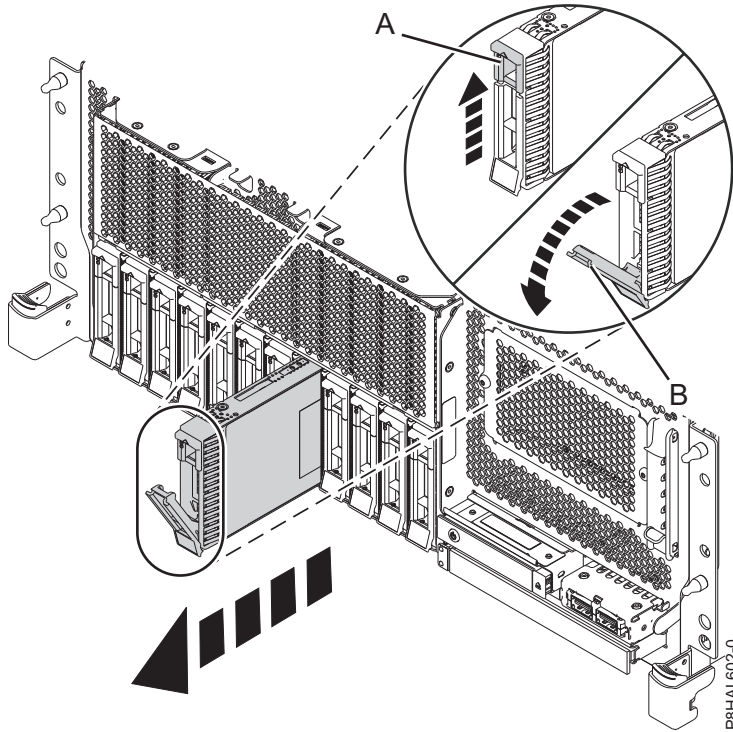
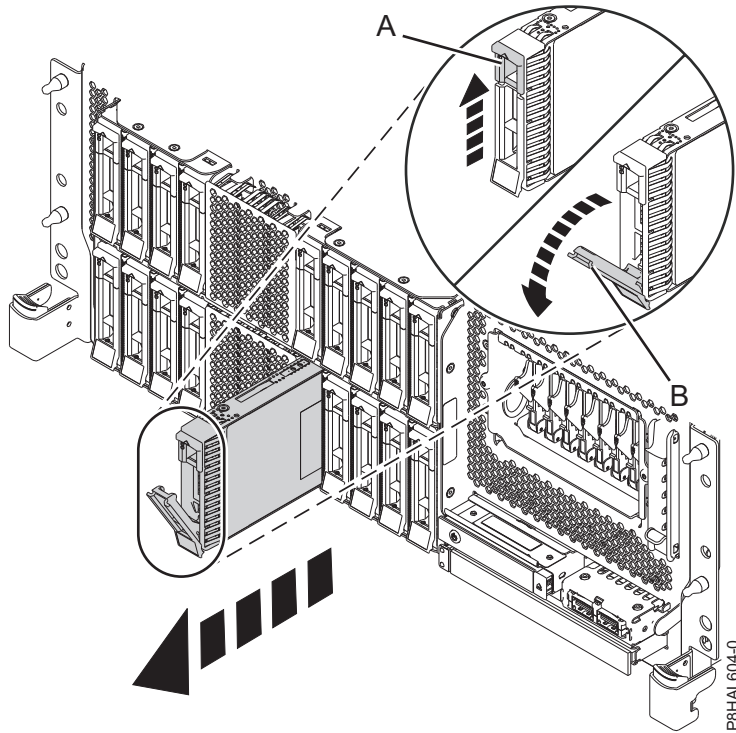
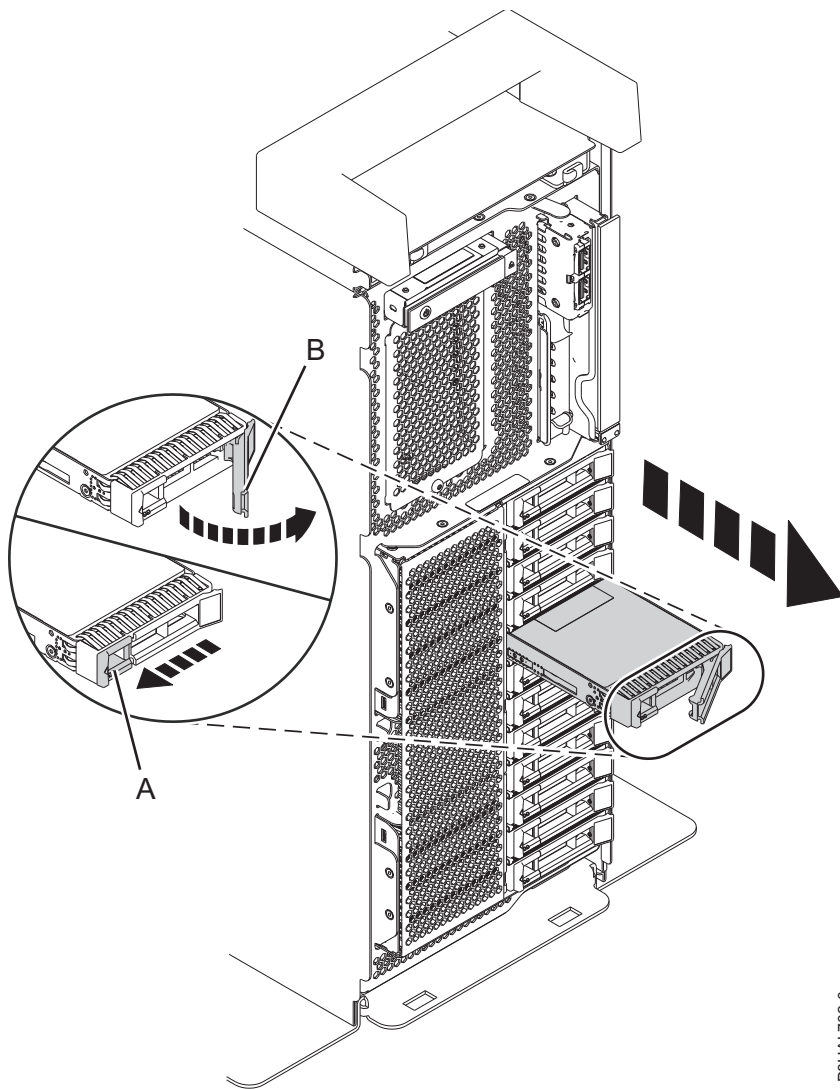
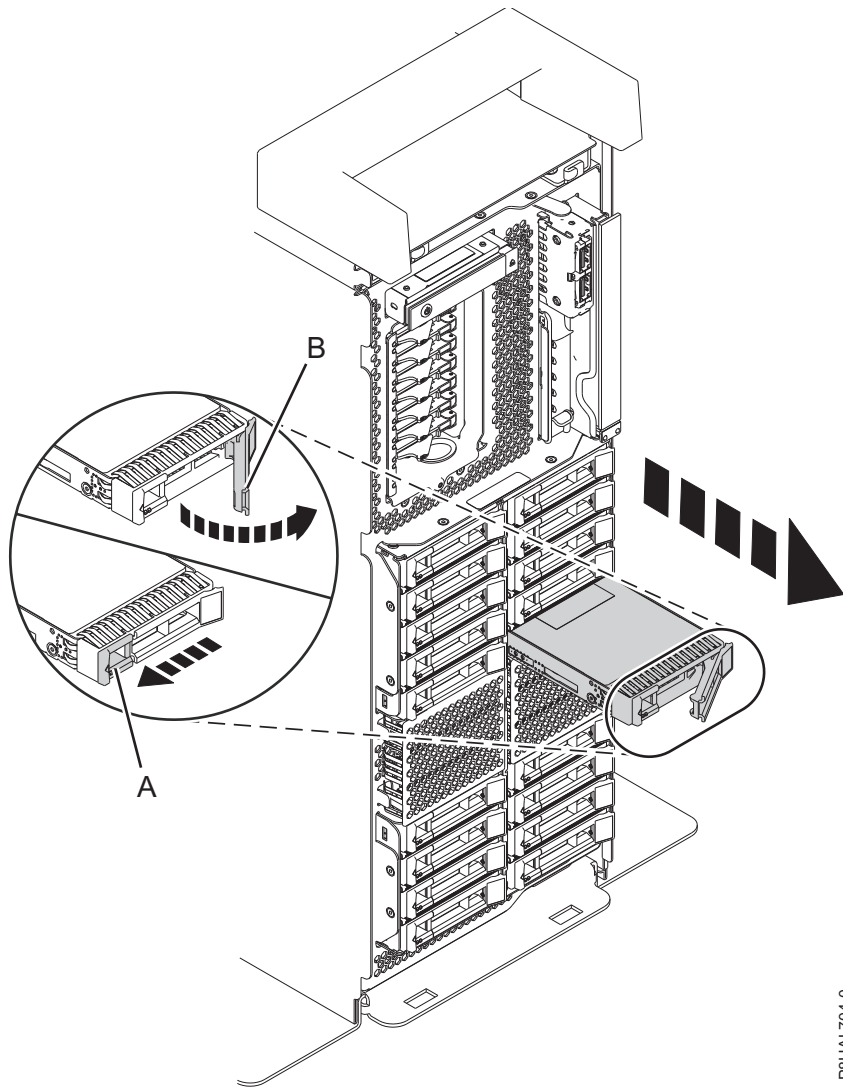

Figure 118. Retrait d'une unité de disque d'un système à fonction de base monté en armoire
Figure 119. Retrait d'une unité de disque d'un système à fonction étendue monté en armoire
Figure 120. Retrait d'une unité de disque d'un système à fonction de base autonome
Figure 121. Retrait d'une unité de disque d'un système à fonction étendue autonome
3. Lorsque le voyant d'identification clignote, déverrouillez la poignée de l'unité **(B)** en appuyant dessus **(A)** et en la tirant vers vous. Voir : figure 118, figure 119, à la page 131, figure 120, à la page 132 et figure 121, à la page 133. Si la poignée n'est pas complètement sortie, vous ne pouvez pas retirer l'unité SSD du système.